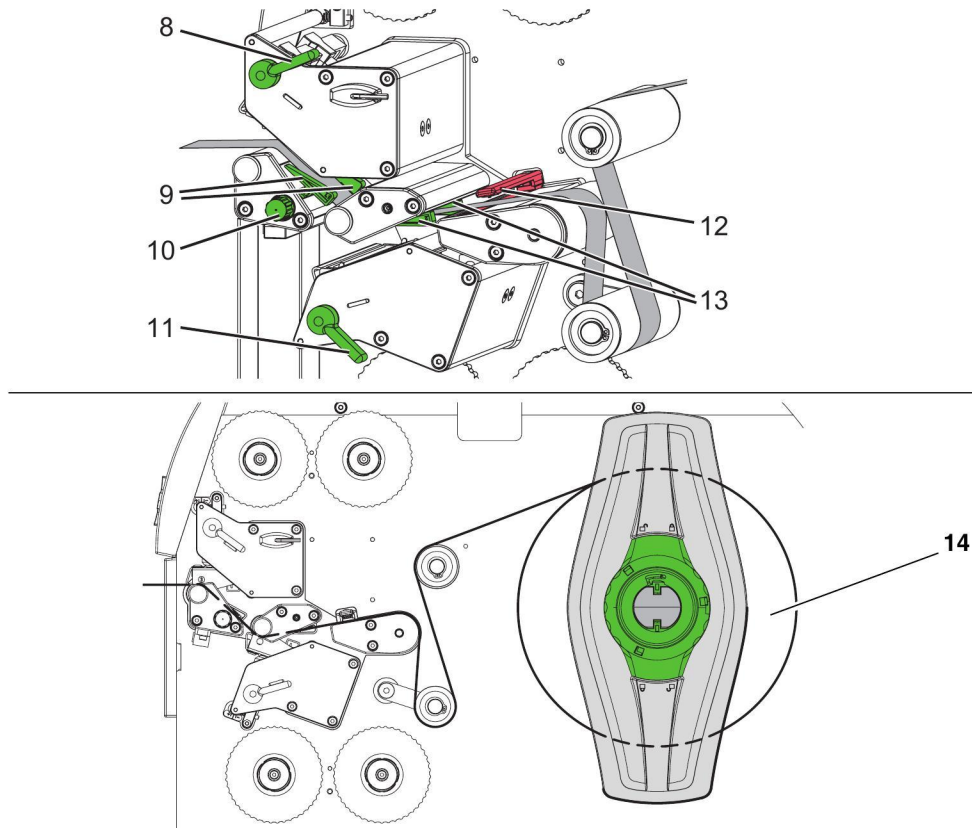

Bild 2-7 Kennzeichnungsschlauch einlegen
- Die Druckköpfe sind nach dem Einlegen des Farbbandes noch geöffnet. Sonst den Hebel (8) in Gegenuhrzeigerrichtung und Hebel (11) in Uhrzeigerrichtung drehen, um beide Druckköpfe anzuheben.
- Führungen (9 und 13) durch Drehen am Knopf (10) so weit auseinander fahren, dass der Kennzeichnungsschlauch dazwischen passt.
- Kennzeichnungsschlauch wie in Bild 2-7 durch beide Druckeinheiten bis zur oberen Andruckwalze führen und zwischen den Führungen (9 und 13) platzieren.